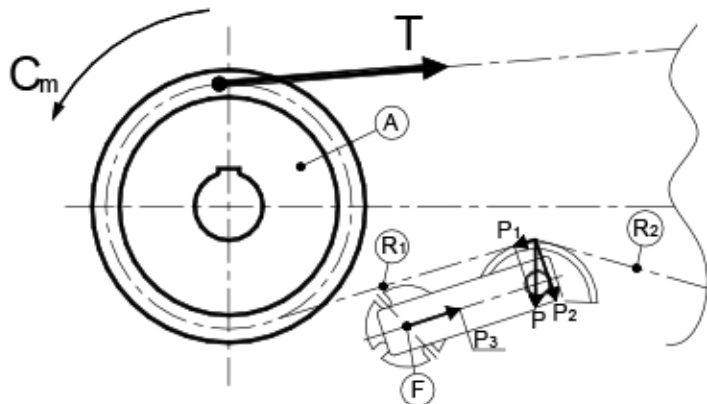

Fig 7
(I) La fig 7 mostra l'influenza della forza peso P della catena sul tenditore in trasmissioni orizzontali. Il peso della catena, infatti, si scompone sul tendicatena con una forza P_2 normale alla leva e una forza P_1 . Quest'ultima componente di compressione è bilanciata dalla forza assiale di compressione P_3 della molla.
(GB) Fig. 7 shows the influence of the weight force P of the chain on the tightener in horizontal transmissions. In fact, the weight of the chain is divided on the chain tightener into a force P_2 normal to the lever and a force P_1 . The latter compression component is balanced by the spring axial compression force P_3 .
(D) Abbildung 7 zeigt den Einfluss der Gewichtskraft P der Kette auf den Spanner bei waagrechten Antrieben. Das Gewicht der Kette teilt sich dabei auf den Kettenspanner auf, und zwar mit einer normalen Hebelkraft P_2 und einer Kraft P_1 . Diese Kompressionskomponente wird von der axialen Kompressionskraft der Feder P_3 ausgeglichen.